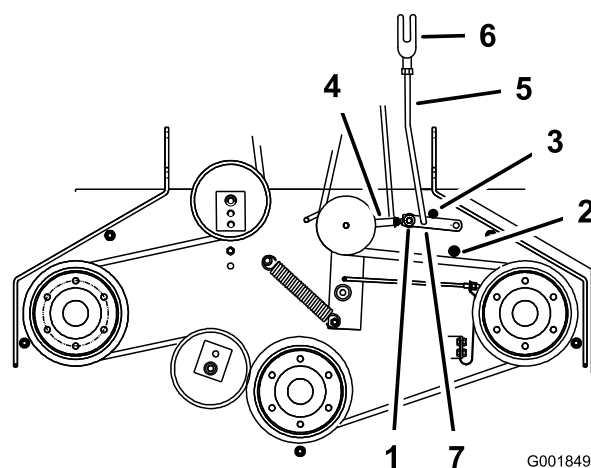

Figure 42
5. Vérifiez que le bras d'assistance est en appui contre la butée arrière sur le tablier (Figure 42).
7. Le bras d'assistance doit toucher la buté avant sur le plancher. Dans le cas contraire, réglez le levier coudé pour le rapprocher du renfort (Figure 42).
8. Pour ajuster la biellette du bras d'assistance, enlevez la goupille fendue du bras d'assistance (Figure 42).
11. Installez la biellette dans le bras d'assistance et fixez-la avec la goupille fendue (Figure 42).